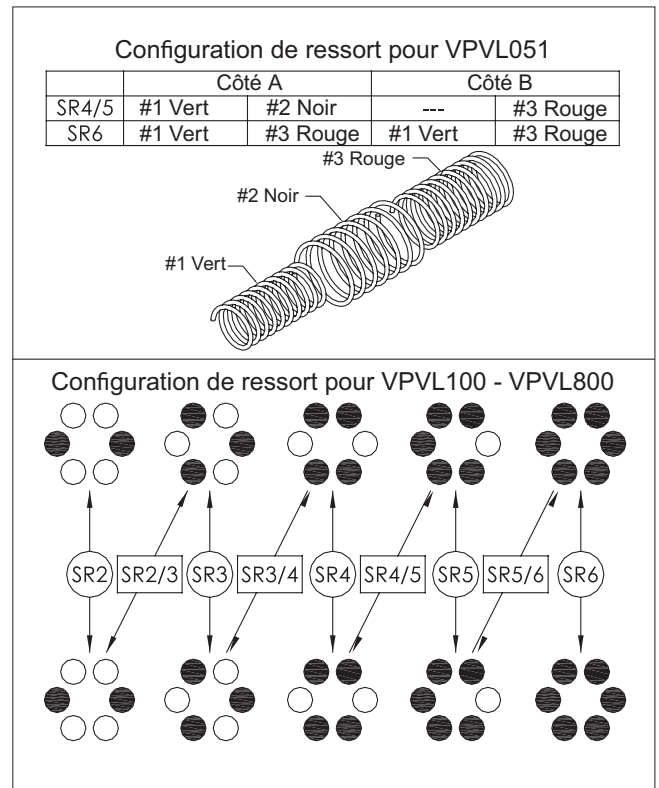

Figure 14.
3. Montage des capuchons d'extrémité (30) et de la cartouche de ressort (17), (Figures 14 à 16) :
- A. Pour les actionneurs à ressort de rappel, insérez le nombre approprié de cartouches de ressort (17) selon le schéma indiqué à la (Figure 14) (en se référant au nombre total de ressorts).
- B. Appliquez de la graisse sur les joints toriques de capuchon d'extrémité, en utilisant la graisse recommandée pour les zones des joints toriques indiquée dans le (Tableau 2). Placez les joints toriques de capuchon d'extrémité (14) dans la rainure de chaque capuchon (30, 31).
- C. Montez les capuchons d'extrémité (30, 31) sur le corps (50), en vérifiant que les joints toriques (14) restent dans les rainures.